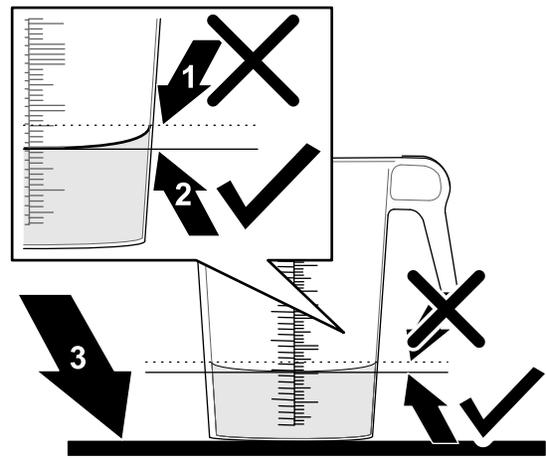

Figura 36
6. Coloque o recipiente graduado numa superfície nivelada e anote o volume do fluido (Figura 36).